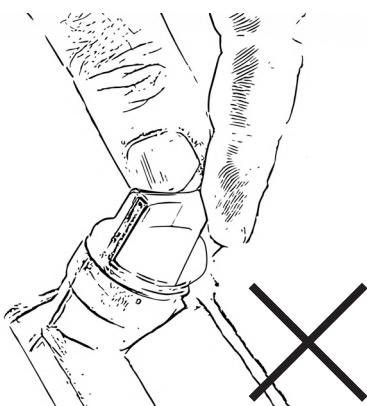

Bild 4
**Vrid aldrig oljepåfyllningspluggen med ansluten oljesticka in i gängan vid avläsning av oljenivån. Detta leder till ett felaktigt mätresultat, fig. 4.**
- Sänk ner oljestickan helt i oljan. Vrid **aldrig** oljestickan in i gängan, fig. 4.